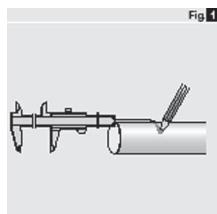

Fig. 1
- 3) Inserire la bussola nella posizione precedentemente segnata sull'albero (fig.1 e 3).
- 3) Insert the sleeve at the marked position on the shaft (fig.1,3).
- 3) Den Einsatz in der zuvor auf der Welle markierten Stellung aufsetzen (Abb. 1 und 3).
- 3) Insérer la douille dans la position précédemment marquée sur l'arbre (fig. 1 et 3).
- 3) Colocar el casquillo en la posición marcada previamente en el eje (fig. 1 y 3).